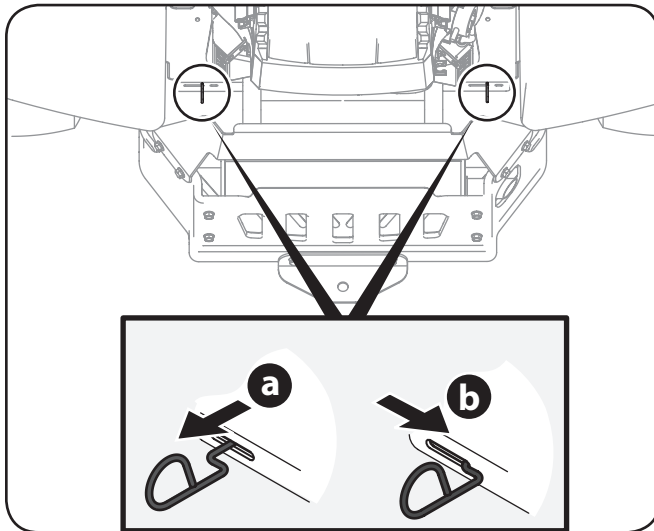

Figure 6-1
1. Repérez les tiges de dérivation des transmissions qui se trouvent à l'arrière du tracteur, près du côté intérieur de chaque pneu arrière. Voir Figure 6-1.
2. Pour déplacer le tracteur manuellement sans le démarrer, engagez les tiges de dérivation des transmissions qui se trouvent à l'arrière, de chaque côté du tracteur. Les tiges de dérivation des transmissions sont placées à l'arrière du tracteur, près du côté intérieur de chaque pneu arrière. Pour engager les tiges de dérivation, tirez sur chaque tige (a) et glissez-la vers la droite (b). Voir Figure 6-1.
3. Après avoir déplacé le tracteur, glissez les deux tiges de dérivation vers la gauche pour les désengager. Voir Figure 6-1.